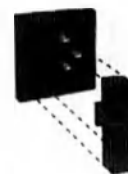
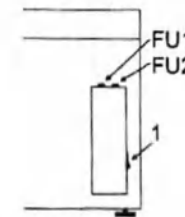

Рисунок 4
Рисунок 6
- 1 Предохранитель в блоке управления. Отсоедините прибор от сети. Отсоедините сетевой кабель из разъема (рис. 4) на задней панели прибора. Откройте держатель предохранителя, выдвинув его (рис. 4, для компактных моделей) или открутите крышку держателя FU2 (рис. 6, UVT-S-AR). Проверьте предохранитель и, при необходимости, замените, **M** 3,15 A (тип **M** - time lag; Medium).